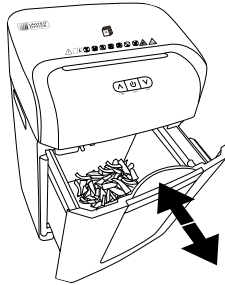

Fig. 4
- ◆ Tag opsamlingsbeholderen **10** ud af produktsoklen **7** ved at holde på håndtaget **12** (se fig.4). LED  **15** blinker blåt.
- ◆ Skub opsamlingsbeholderen **10** helt ind i produktsoklen **7** igen, indtil den klikker hørbart på plads (se fig. 4). LED  **15** lyser blåt.